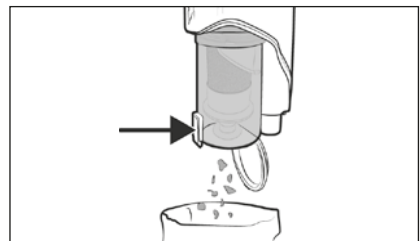

Fig. 16
- 1) Tenere il contenitore della polvere **6** in una pattumiera e premere il tasto di sblocco per il coperchio del contenitore della polvere **7**. Il coperchio del contenitore della polvere **8** si apre e il contenuto viene svuotato nella pattumiera (vedere fig. 16). Quindi richiudere il coperchio del contenitore della polvere **8**.